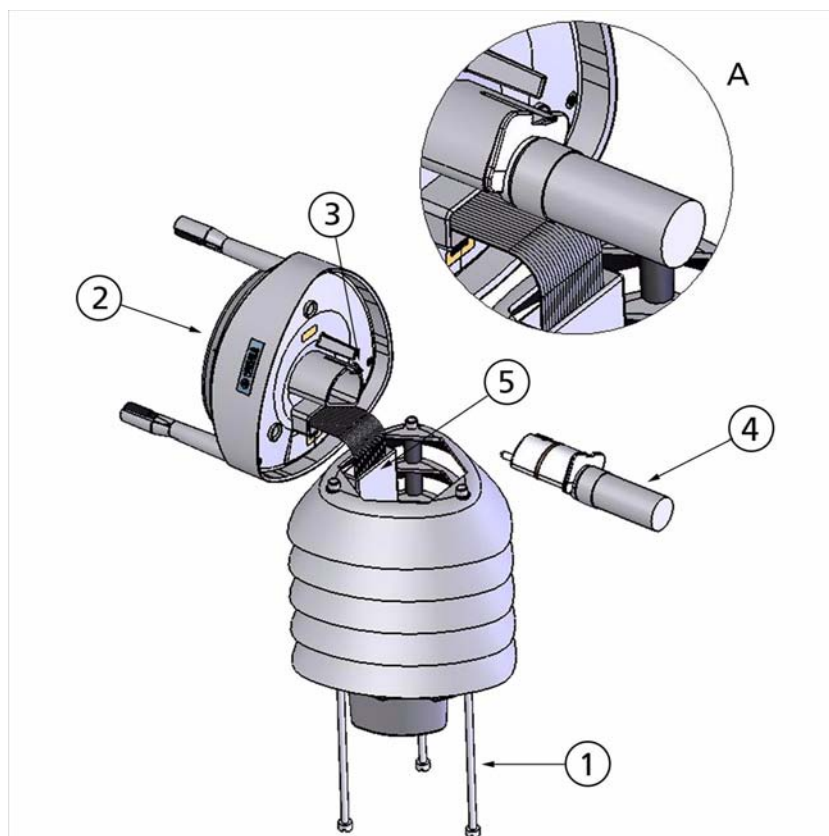

Рис. 26 Замена PTU модуля
3. Откройте маленькую белую створку 3 (смотрите раздел А на Рис. 26 на стр. 134) и извлеките модуль PTU.